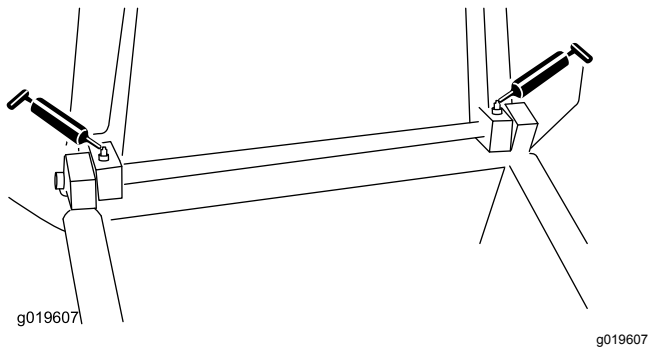

Figure 16
- Points de pivotement de la trémie (quantité 2) – Figure 16